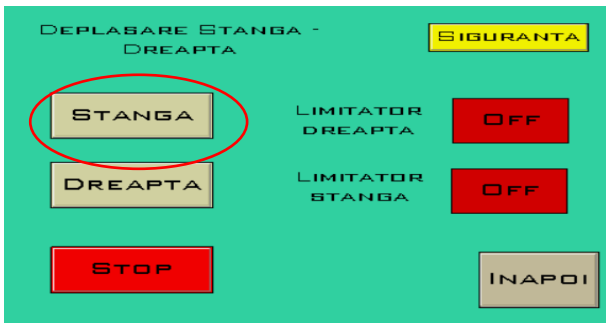

Figura 19. Buton cu acțiune în partea stângă
d. Dacă se dorește ca platoul să se deplaseze către partea stângă se va apăsa butonul “Stânga”- care are ca adresa bit-ul intern 10.08 - figura 19.